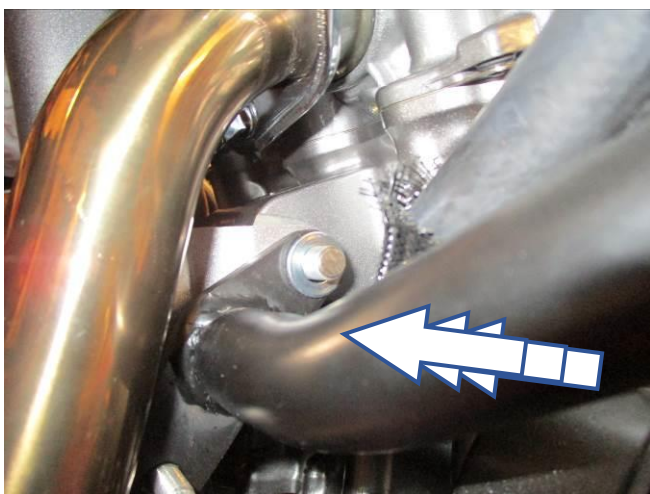
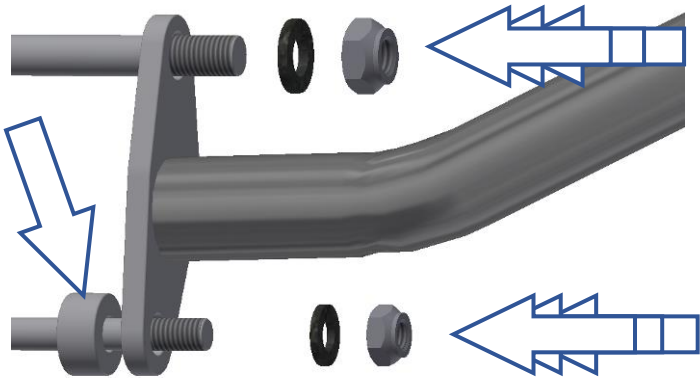

Abbildung 17
Abbildung 19
- Den Adventure-Sturzbügel für die linke Seite (**Artikel 4**) positionieren wie in **Abbildung 17** abgebildet. Eine M10 Unterlegscheibe (**Artikel 8**) und eine M10 Mutter (**Artikel 7**) an der oberen Verbindungsstange montieren (zu diesem Zeitpunkt nicht festziehen) – siehe **Abbildung 19**.
- Eine M8 Mutter und Unterlegscheibe (**Artikel 10 und 14**) an der unteren Verbindungsstange anbringen (zu diesem Zeitpunkt nicht festziehen) wie in **Abbildung 19** abgebildet.